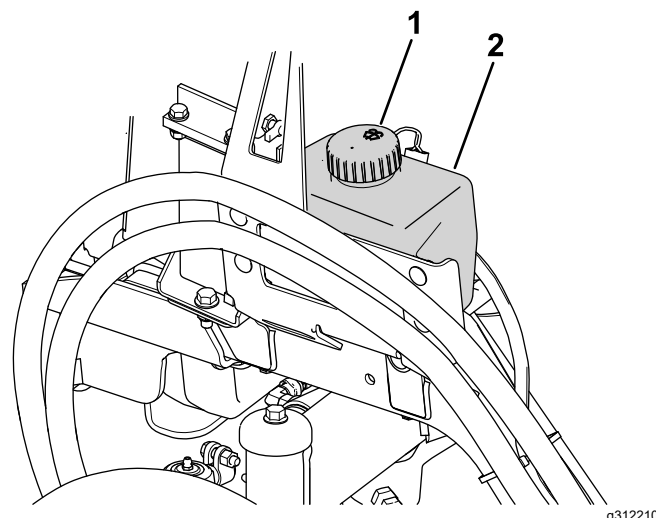

Figure 87
1. Enlevez le bouchon (Figure 87) du réservoir.